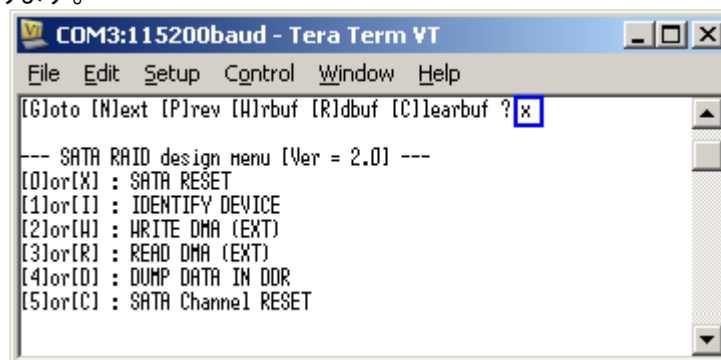

図 3-14: DUMP メニューの終了
- DUMP メニューは、上記 6 種類サブ・メニュー以外のキー入力(例えば'X'キー等)により終了し、下図 3-14 のようにメイン・メニューに戻ります。